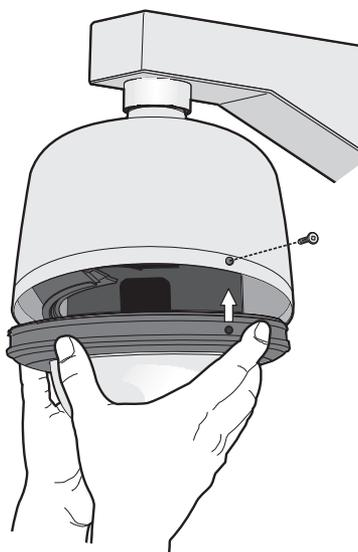

Figura 20. Instalação do dome inferior de aço inoxidável
- Empurre o dome inferior para dentro da back box, alinhe os orifícios dos parafusos de montagem e instale os dois parafusos de montagem (consulte figura 20).